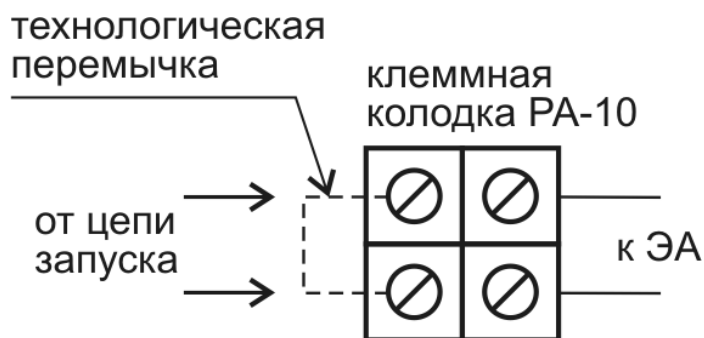

Рис.4 Схема подключения модуля к цепи пуска.
- 4.6. В узле крепления модуля установлен клеммник РА - 10 (рис.4) на две группы контактов.
5.6. После монтажа и закрепления модуля подсоединить провода линии запуска к выходным контактам клеммной колодки, предварительно сняв технологическую перемычку (рис.4). При этом электропитание линии запуска должно быть отключено.
Схема подключения цепи запуска к модулю приведена на рис.4